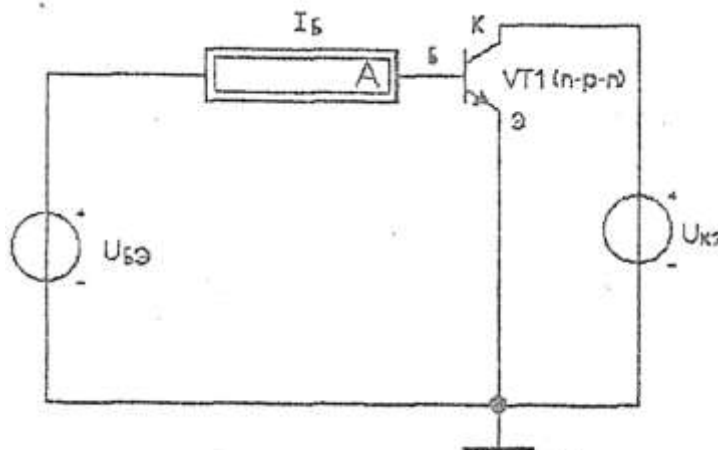

Рисунок 2.1. Схема для снятия входной характеристики биполярного транзистора при разных значениях $U_{кэ}$
1. Снять входную характеристику $I_b = f(U_{бэ})$ при разных значениях $U_{кэ}$, по схеме с общим эмиттером (рис.2.1).